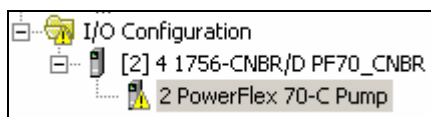

图 4-60 I/O 配置错误提示
11. 将程序下载到 ControlLogix 控制器中，在 I/O Configure 中会出现如图 4-60 所示的情况。